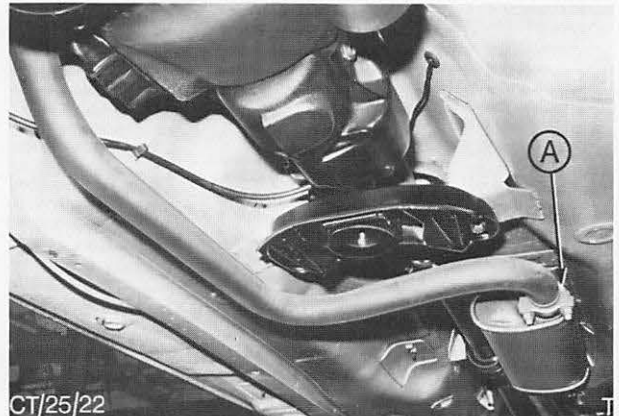

Abb. 33 Verlaufs des Vorderrohrs beim OHC-Reihenmotor
8. Sicherstellen, daß das Vorderrohr ausgerichtet ist. Halteflansch und Klemmschelle festziehen. Abb. 33.